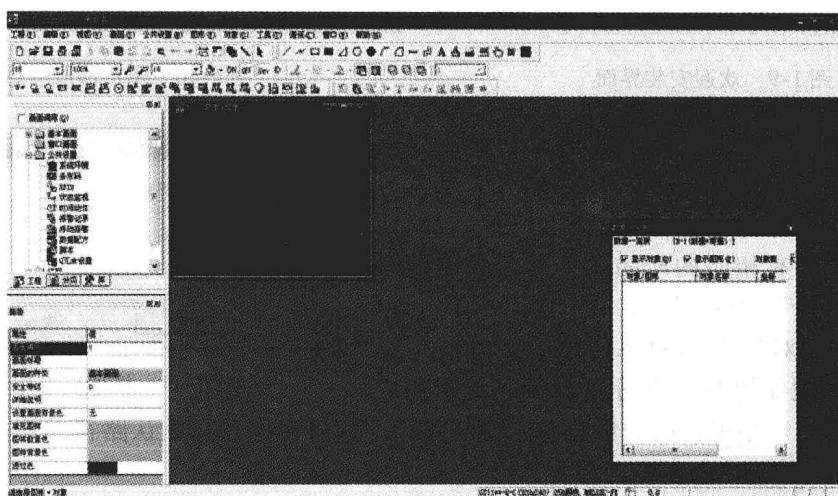

图 1-15 GT2 启动界面
10) GT2 触摸屏编辑软件的启动界面如图 1-15 所示。